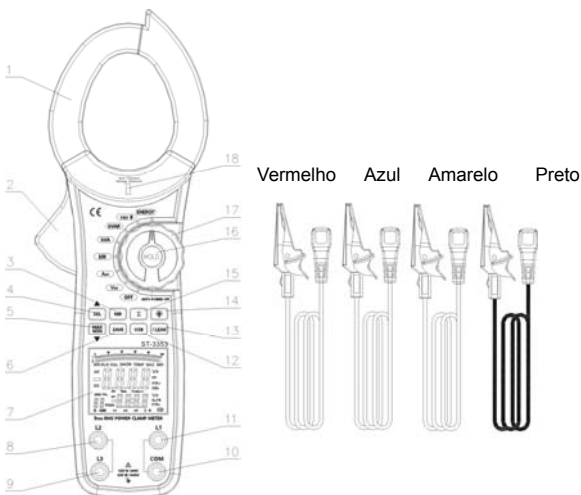

Figura 1
A. Estrutura frontal do medidor (veja a figura 1)